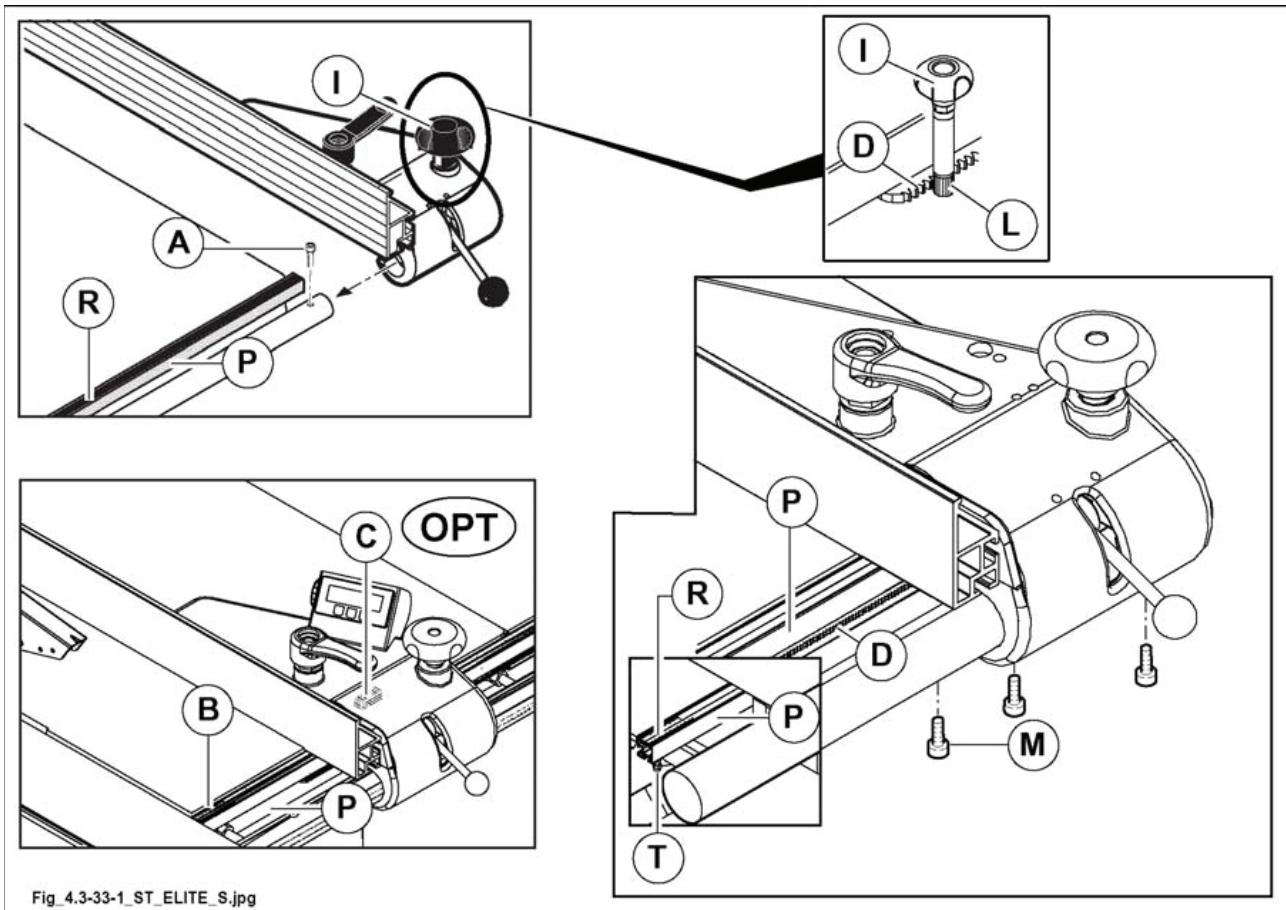

Рис. 4.3-33-1
- ослабить винты (М рис. 4.3-33-1);
- опустить ручку (I рис. 4.3-33-1), подать зубчатую рейку до упора в стержень (L рис. 4.3-33-1) и затянуть винты (М рис. 4.3-33-1).